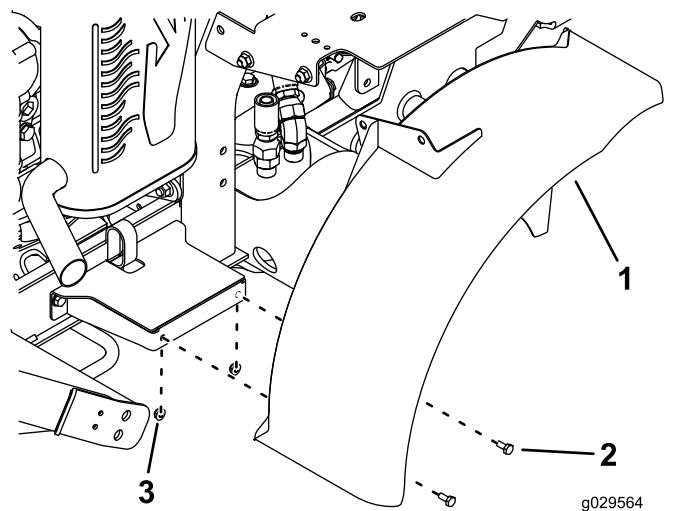

図 22
14. 右フェンダの側部をフェンダのマウントに仮止めするボルト 1/4 x 5/8" 2本とナット 1/4" 2個を使用する 図 22。
15. フェンダ上部にブラケットを仮止めするボルト 3/8 x 3/4 インチ 2本とナット 3/8 インチ 2個を使用する 図 22。